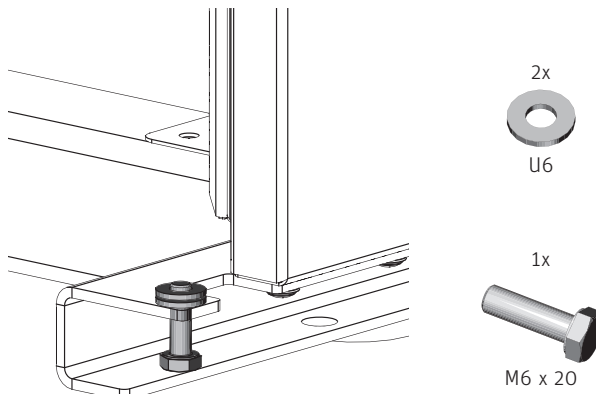

Fig. 76 Avvitare la vite a testa esagonale di circa 5 mm e inserire 2 rondelle a U
- ▶ Avvitare la vite a testa esagonale M6x20 nel cuscinetto della porta in basso per circa 5 mm e inserire 2 rondelle U6 – Fig. 76.